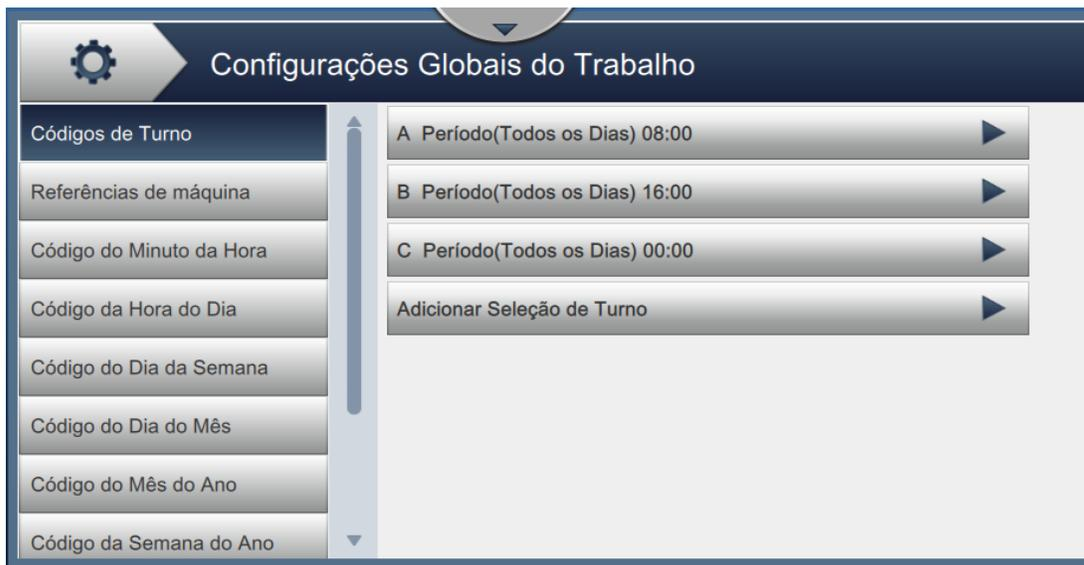

Figura 6-15: Configurações globais do trabalho
1. Toque no botão  na tela Ferramentas. A tela Configurações globais do trabalho é aberta, como mostra a Figura 6-15.